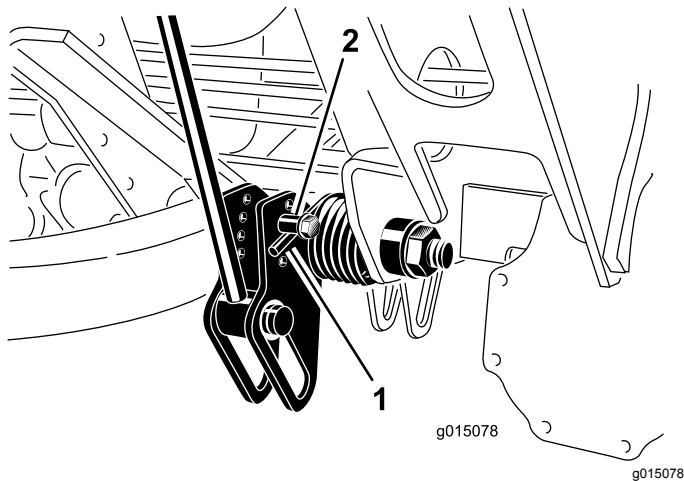

Figura 34
2. Infilate un tubo o un oggetto simile sull'estremità della molla lunga al fine di allentare la tensione della molla durante la messa a punto (Figura 34).
3. Mentre allentate la tensione della molla, togliete il bullone e il dado di bloccaggio che fissano l'attuatore della molla alla staffa (Figura 34).